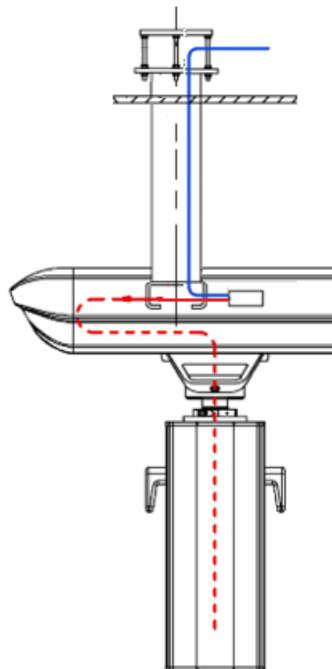

Abb. 20 Verlegung von Gasschläuchen und Ableitung von Anästhesiegasen.
- Lösen Sie die 4 Zylinderschrauben M8 ①, mit denen der Servicekopf befestigt ist.
- Führen Sie die neuen Schläuche ① vorsichtig durch das Aufhängungssystem und zur Schnittstellenplatte, wie in Abbildung 20 dargestellt.